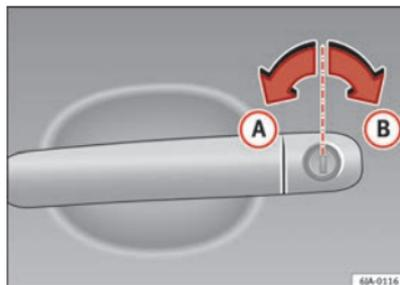

Fig. 45 Posições da chave ao trancar e destrancar o veículo
- Rode a chave na fechadura do lado do condutor no sentido do andamento até à posição de abertura **(A)** ⇒ Fig. 45.
- Rode a chave na fechadura do lado do condutor no sentido contrário do andamento até à posição de fecho  ⇒ Fig. 45.